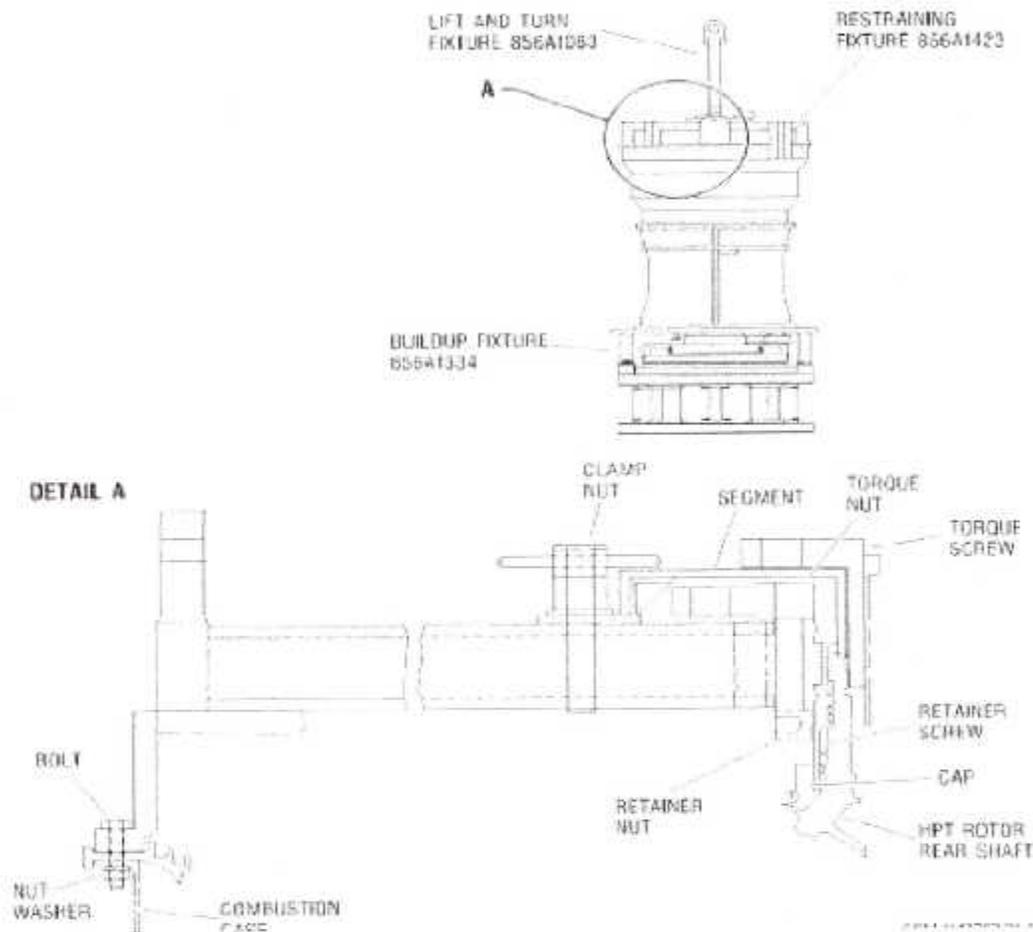

Fig. III.72 : Enlèvement du Dispositif de Retenu.
7. On Retire le Dispositif de Retenue, (fig.III.72) comme suit .